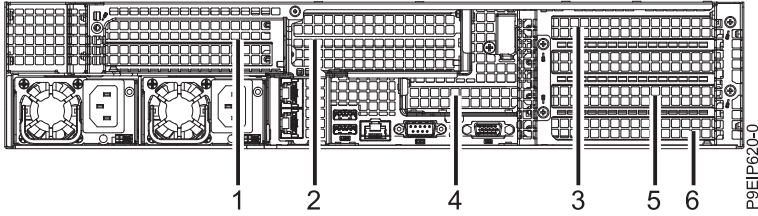

図 53. 9006-22P PCIe アダプターの位置
2. アダプターは、他のアダプターと PCIe ライザー・カードを共有できます。アダプターから外に延びているすべてのケーブルおよびプラグにラベルを付けて、取り外します。94 ページの図 53を参照して